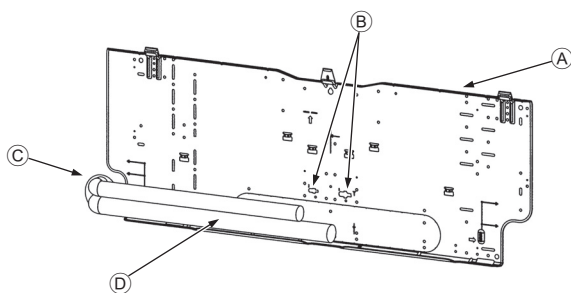

Fig. 3-5
- ▲ Tornillos de fijación (4 × 25) ②
- ▲ Placa de montaje ①
3.3. Cuando coloque los tubos en la pared (Fig. 3-5)